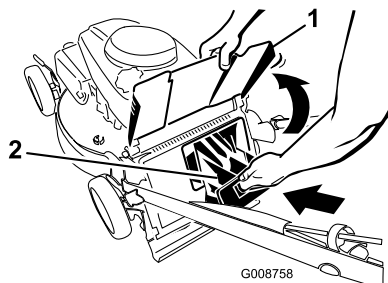

Figura 18
2. Levante el deflector de descarga e introduzca el tapón de mulching en el orificio de la parte trasera del alojamiento del cortacésped, hasta que quede encajado (Figura 18).